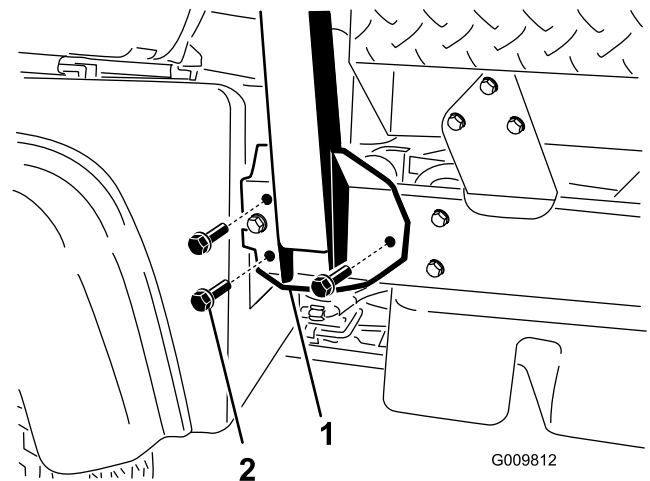

Figure 6
2. Placez chaque côté de l'arceau de sécurité en face des trous de montage de chaque côté du cadre de la machine (Figure 6).
3. Fixez le support de l'arceau de sécurité de chaque côté du cadre de la machine au moyen de 3 boulons à embase (1/2" x 1 1/4") (Figure 6).